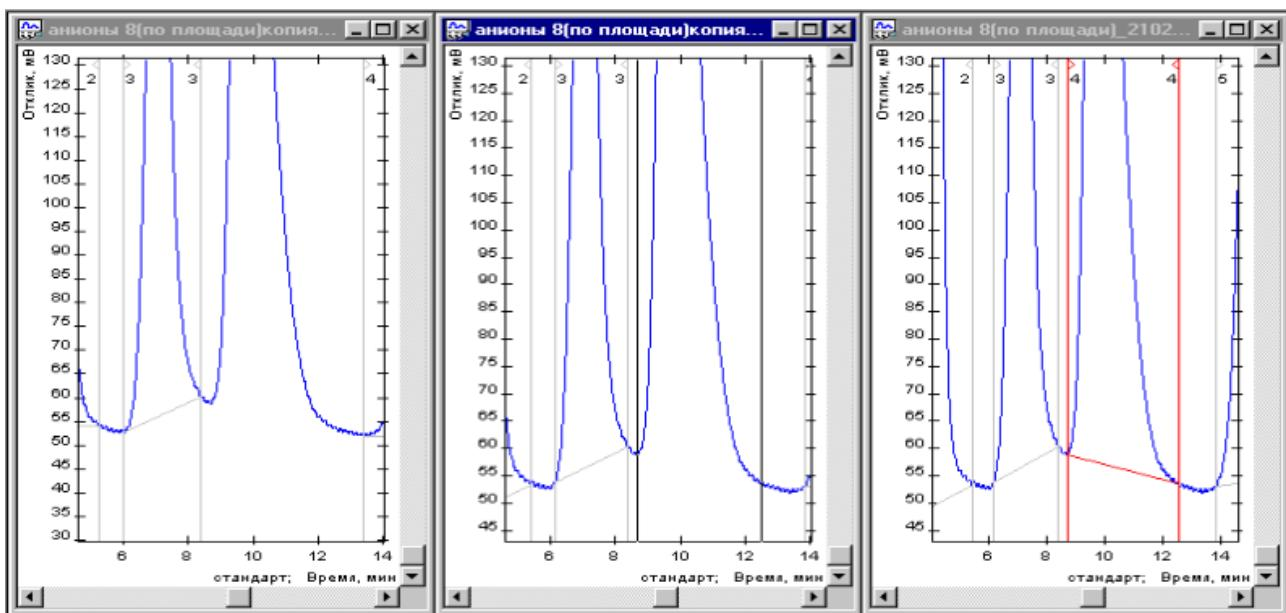

Рис. 55: 1) Исходная разметка; 2) Обозначение границ нового пика; 3) Результат.
- На хроматограмме отметьте границы начала и конца пика (Рис. 55).